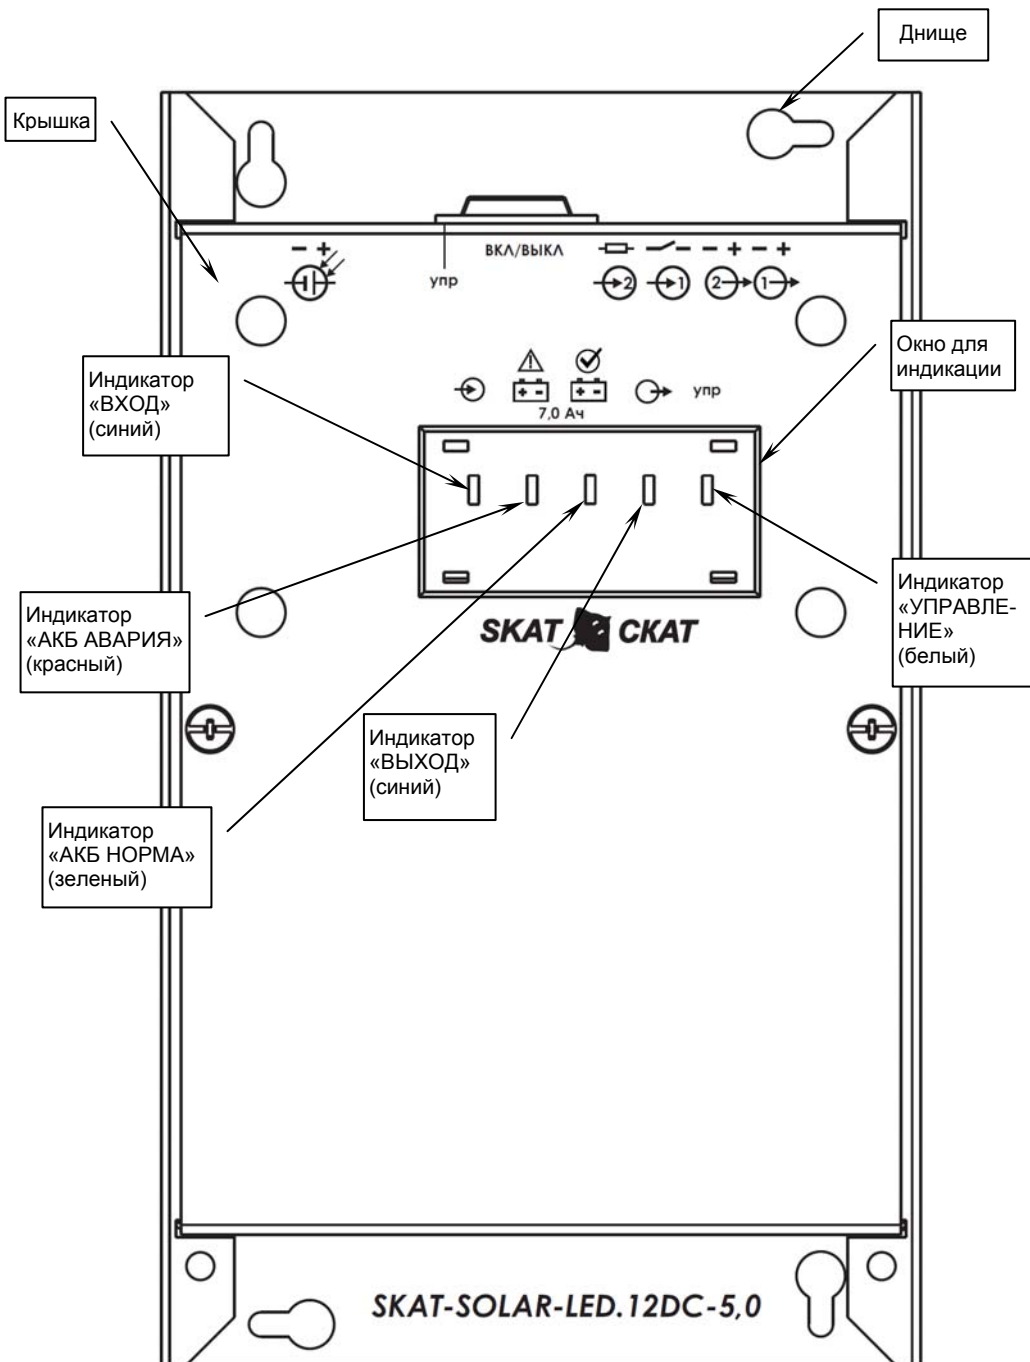

Рисунок 1 – Общий вид источника
- ✓ подключение нагрузок к выходу «ВЫХОД 1» (напряжение на этом выходе есть при разомкнутых контактах входа «КОММУТАТОР» и исчезает при замыкании контактов входа «КОММУТАТОР» через интервал времени, определяемый номиналом резистора, подключенного к соответствующей колодке (см. таблицу 2 и рисунок 1), этот выход также отключается при отключении АКБ по разряду);
Источник представляет собой устройство питания нагрузки от АКБ, заряжаемой от солнечной батареи, и размещенное в металлическом корпусе, состоящем из днища и крышки с полупрозрачным пластиковым окном для индикации (см. рисунок 1). АКБ установлена внутри корпуса.